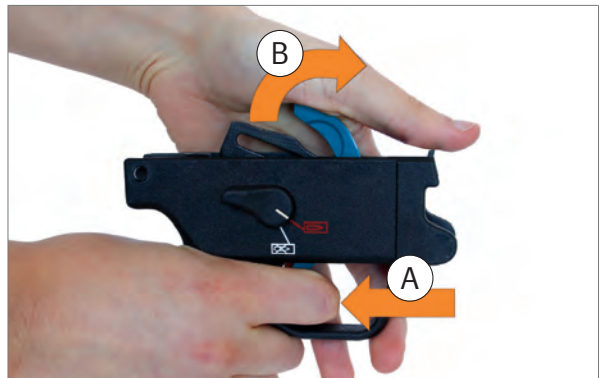

Abb. 9: Hahn nach vorne führen
7. Abzug betätigen und Hahn langsam nach vorne führen (Abb. 9).